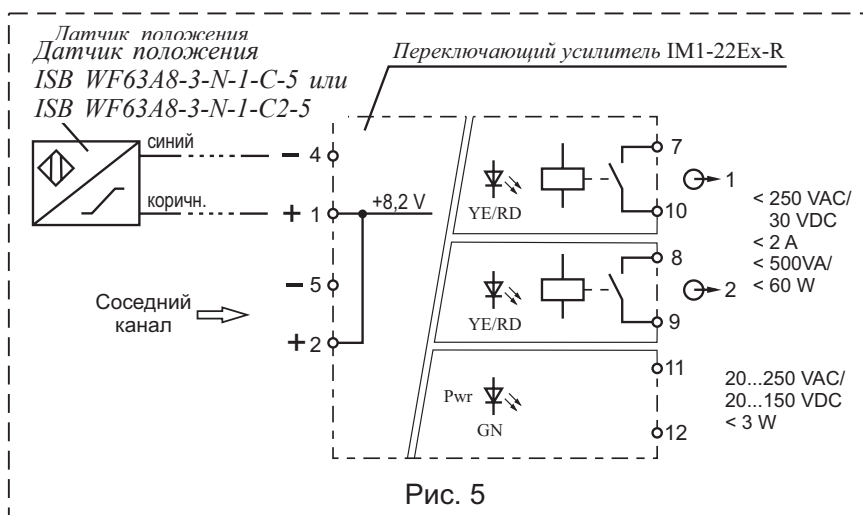

Рис. 5
4.4 Электрический монтаж датчика положения и переключающего усилителя производите в соответствии со схемой рис. 5 и руководством по эксплуатации на датчик положения и переключающий усилитель. Выходное реле переключающего усилителя открывается при срабатывании клапана.
4.5.6 В случае выхода из строя одного из каналов переключающего усилителя производите переподключение датчика положения на другой (соседний) канал. Съем сигнала с усилителя производите с выхода соседнего канала (см. рис. 5 и руководство по эксплуатации (паспорт) на переключающий усилитель).